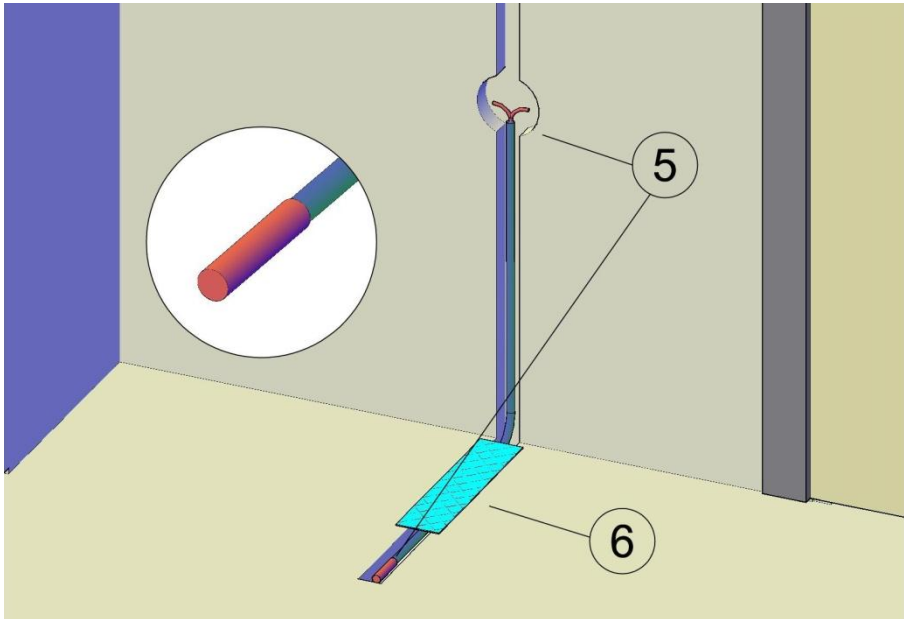
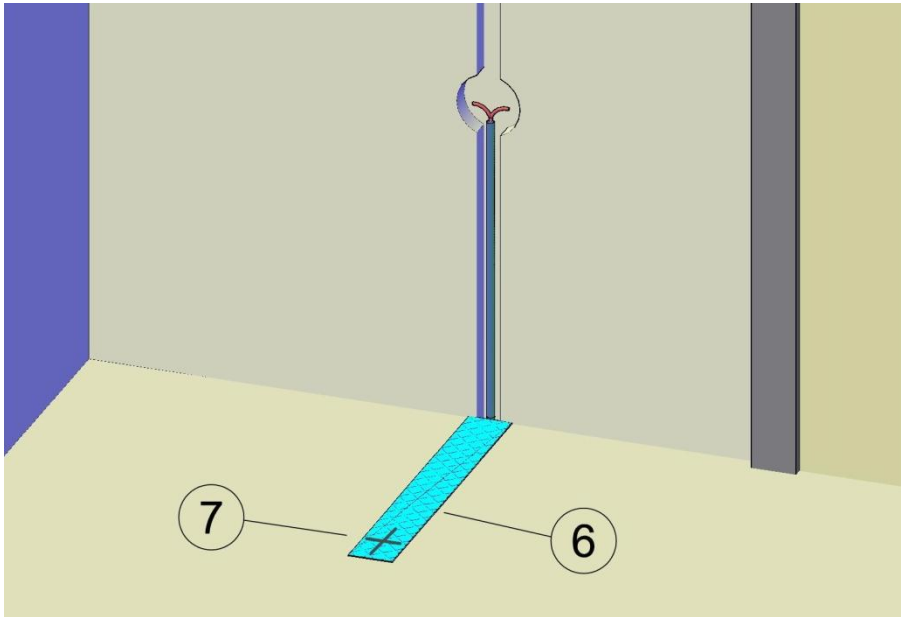

Рисунок 2
Рисунок 3
3. Установите гофрированную трубку с датчиком температуры (Рис.2. п.5).
трубкой клеевым раствором и отметьте место расположения датчика на поверхности пола и на схеме укладки (Рис.2. п.6, Рис.3).
При монтаже в стяжку - закрепите горизонтальную часть гофрированной трубки (Рис.2. п.5) на поверхности пола и выведите ее к месту расположения терморегулятора.